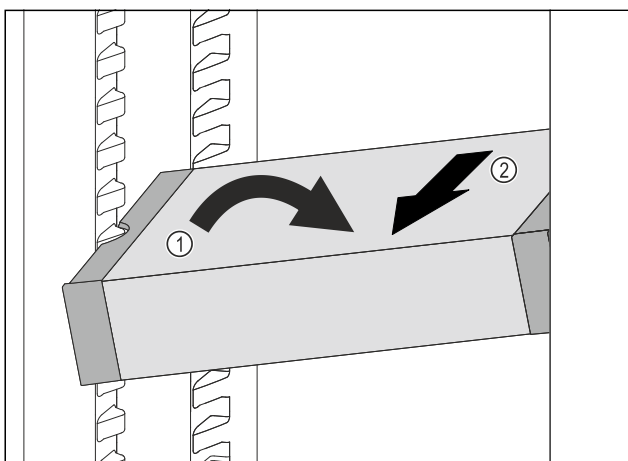

Fig. 93
- VarioSafe im Kühlteil schräg stellen. Fig. 93 (1)
- VarioSafe nach vorne entnehmen. Fig. 93 (2)